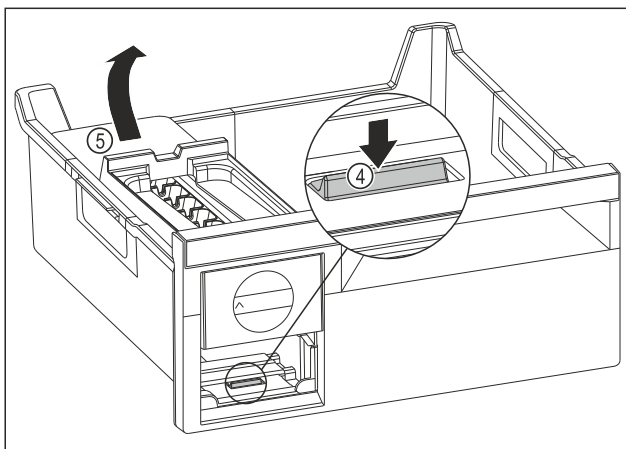

Fig. 130
- Изваждане на корпуса на EasyTwist-Ice: Натиснете езичето Fig. 130 (4) с пръст надолу и едновременно с това с другата ръка повдигнете корпуса на EasyTwist-Ice Fig. 130 (5) отзад.